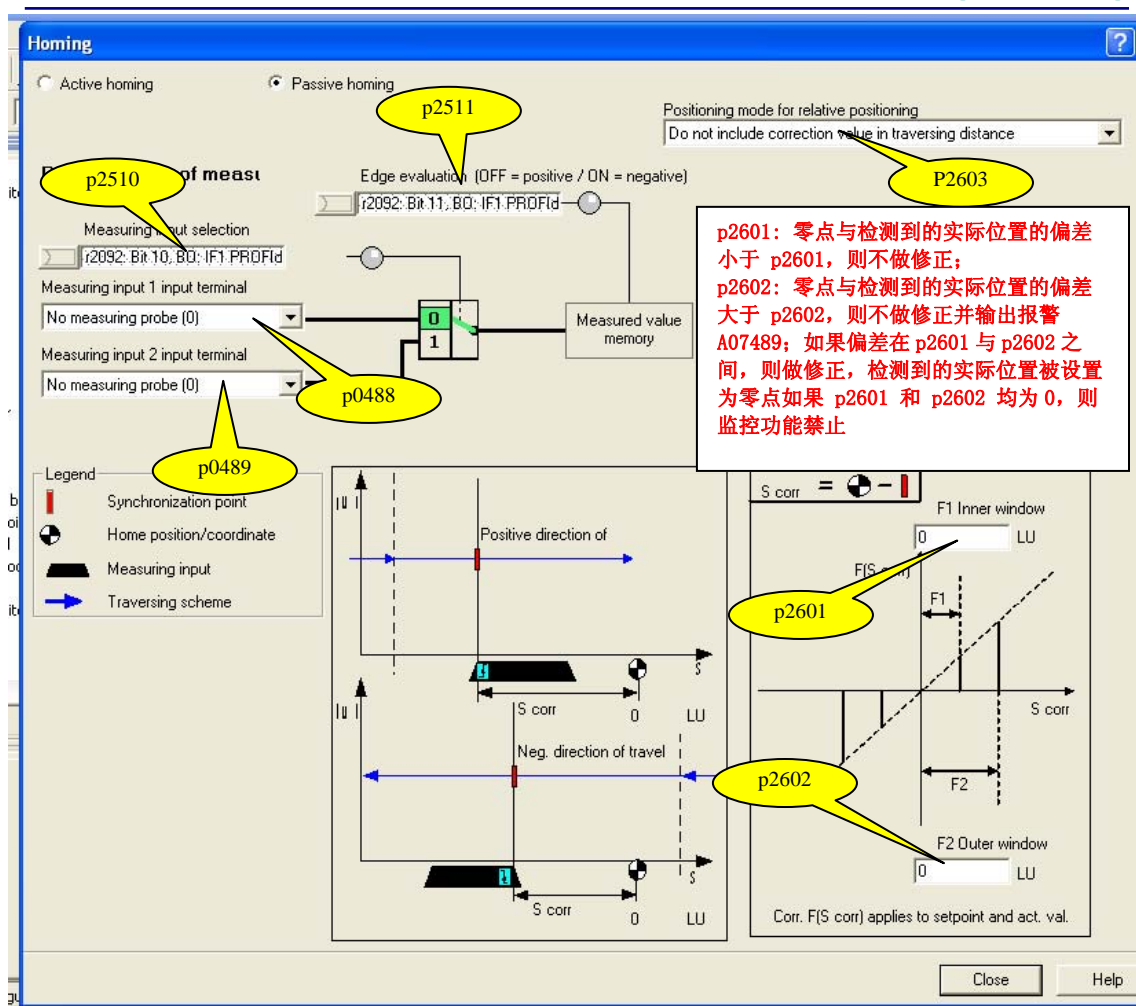

图11
- 1) 首先参考图 11 设置参数；p2511=r2092.11（0：快速输入上升沿有效；1：快速输入下降沿有效）；p2510=r2092.10(0：通过参数 p0488 选择的快速 I/O 有效；1：通过参数 p0489 选择的快速 I/O 有效)